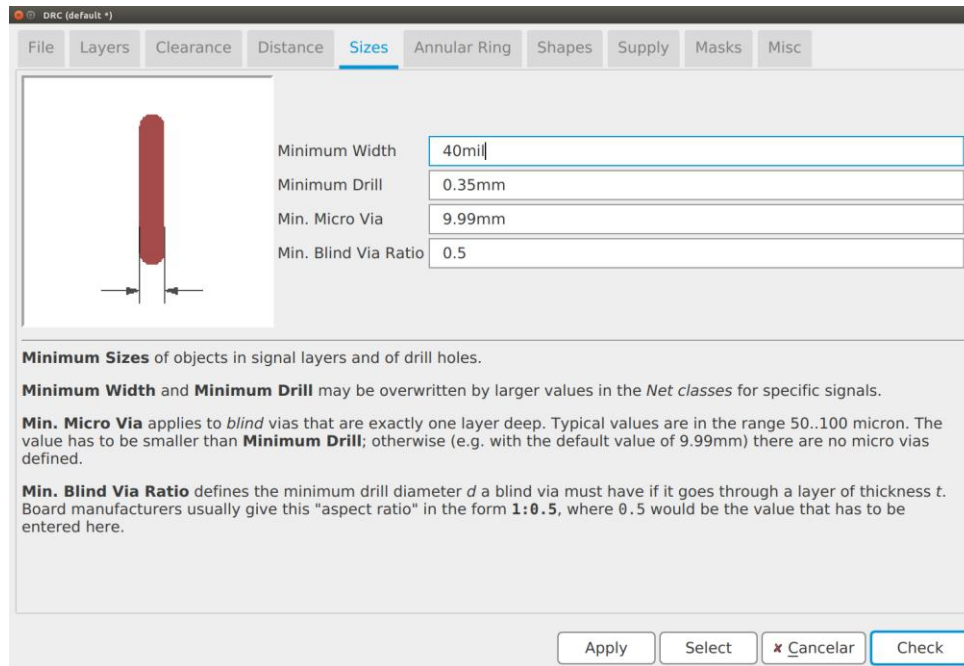

Figura 14: Ancho de cada pista.
31. Seleccione la pestaña **Sizes** y ajuste un **Minimum Width**¹ a **40 mil** (esta configuración modifica el ancho mínimo de cada pista). Ver figura 14.